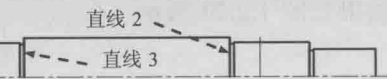

图 1.2.6 偏移直线
(1) 偏移直线。选择下拉菜单 **修改(M)** → **偏移(O)** 命令, 输入偏移距离值 22, 按 Enter 键; 选取图 1.2.6 所示的直线 2 为偏移对象, 在其右侧任意位置单击以确定偏移方向; 选取直线 3, 在其左侧任意位置单击, 按 Enter 键结束操作。结果如图 1.2.6 所示。